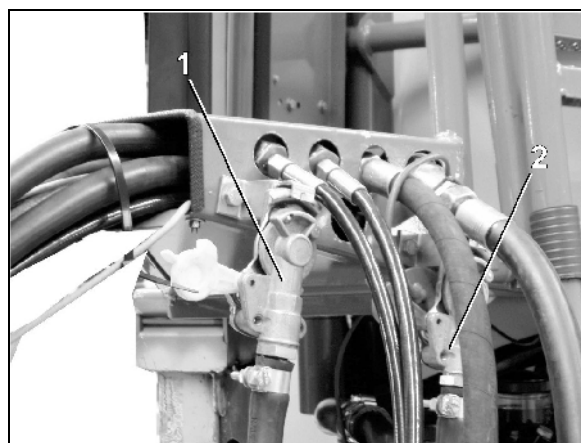

Fig. 30
1. Ta ur kopplingshandsken för bromsledningen (gul) (Fig. 30/1) ur förvaringshållaren.
4. Anslut kopplingshandsken för bromsledningen (gul) (Fig. 30/1) till gulmarkerat bromsuttag på traktorn.
5. Ta ur kopplingshandsken för försörjningsledningen (röd) (Fig. 30/2) ur förvaringshållaren.
8. Anslut kopplingshandsken för försörjningsledningen (röd) (Fig. 30/2) till rödmarkerat bromsuttag på traktorn.